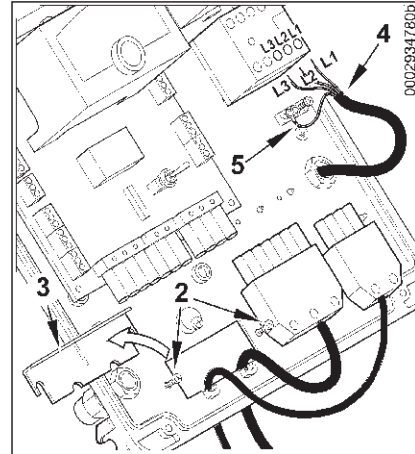

Рисунок 2
- Ослабьте винты "2". После того, как вы сняли кабельный зажим "3", пропустите через отверстие 7-штырьковый и 4-штырьковый разъёмы (см. рис. 2). Подсоедините питающие провода "4" к дистанционному выключателю, закрепите заземляющий провод "5" и затяните соответствующий кабельный зажим.